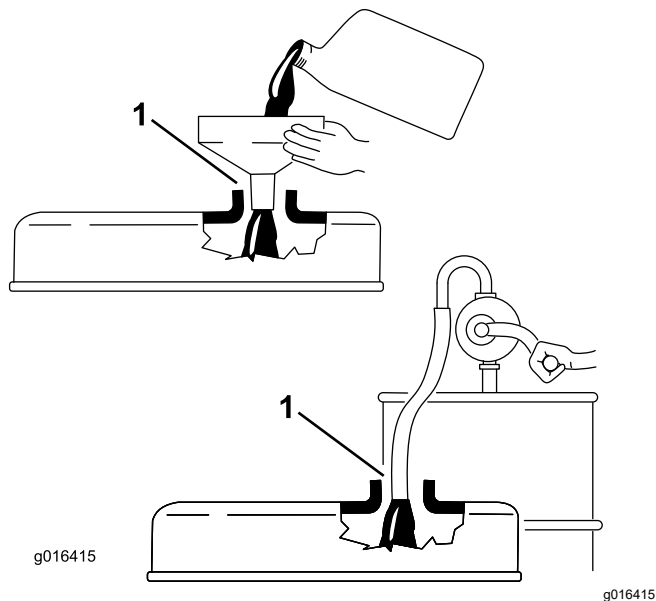

図 31
**重要** エンジンオイルを補給するときには、ディップスティックを抜いておいてください。エンジンオイルを補給する時には、補給口とジョウゴなどの間に **必ず** 図 31 に示すようなすき間が必要です。これは補給の際に通気を確保し、オイルがブリーザ内部に侵入しないようにするためです。